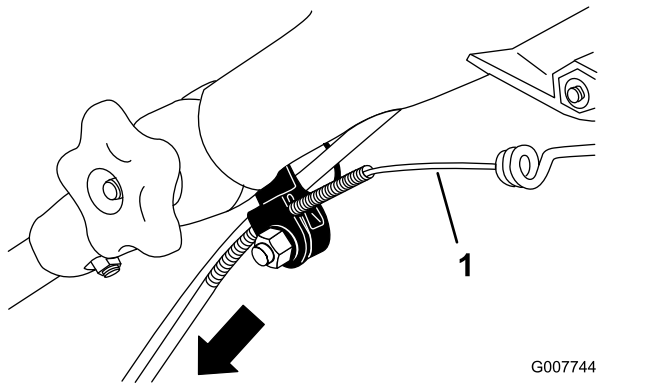

Bild 49
3. Ziehen Sie den Kabelmantel nach unten, bis der freigelegte Zug kein Spiel mehr hat (Bild 49).